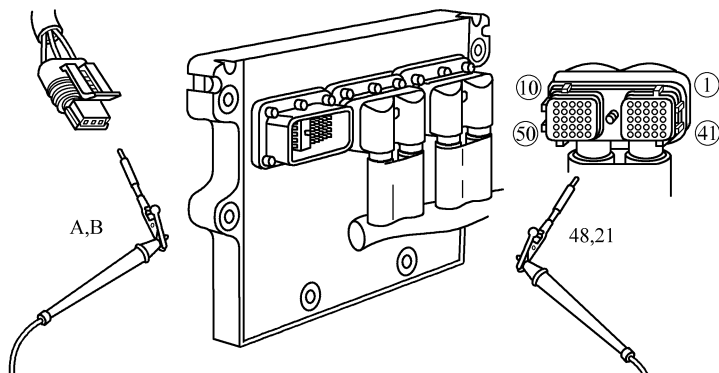

图 3-26 测量触针 48 与 A、21 与 B 之间的电阻
① 断开钥匙开关，将 OEM 线束与远程油门位置传感器断开，从 ECM 上断开 OEM 线束插头。
② 测量触针 48 与 A、触针 21 与 B 之间的电阻(图 3-26)，应小于 10Ω 。若不合格，维修或更换 OEM 线束。